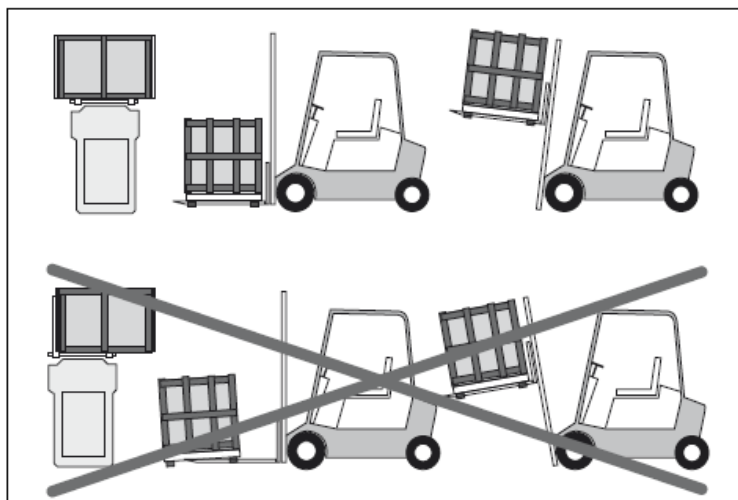

Рис. 4
- Распределите массу витрины так, чтобы сохранялось равновесие в центре тяжести груза (Рис. 4). НЕ применяйте грузоподъемные средства: